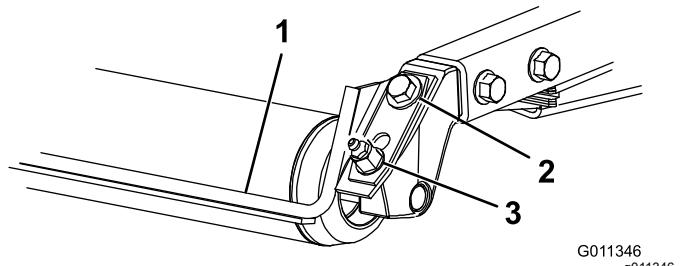

Bild 19
1. Lösen Sie die Schmiernippel und Befestigungsschraube (**Bild 19**).